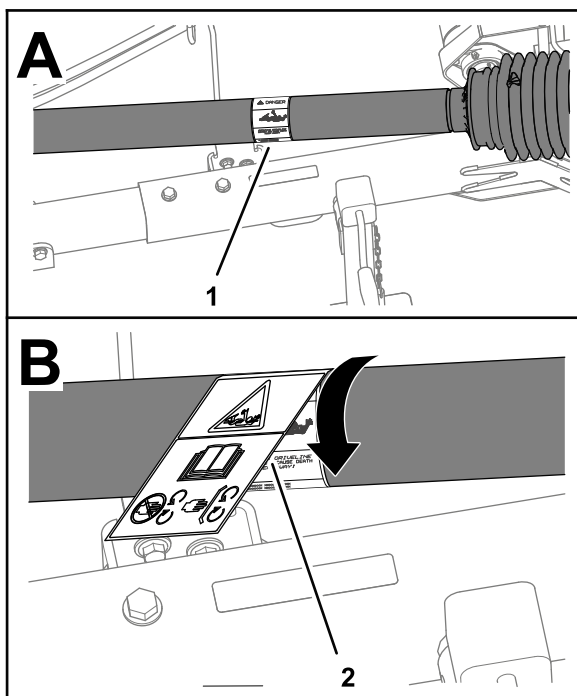

Figura 3
1. Rode o resguardo do eixo para aceder ao autocolante de emaranhamento existente (Figura 3).
4. Coloque o autocolante de emaranhamento CE por cima do autocolante de emaranhamento existente (Figura 3).